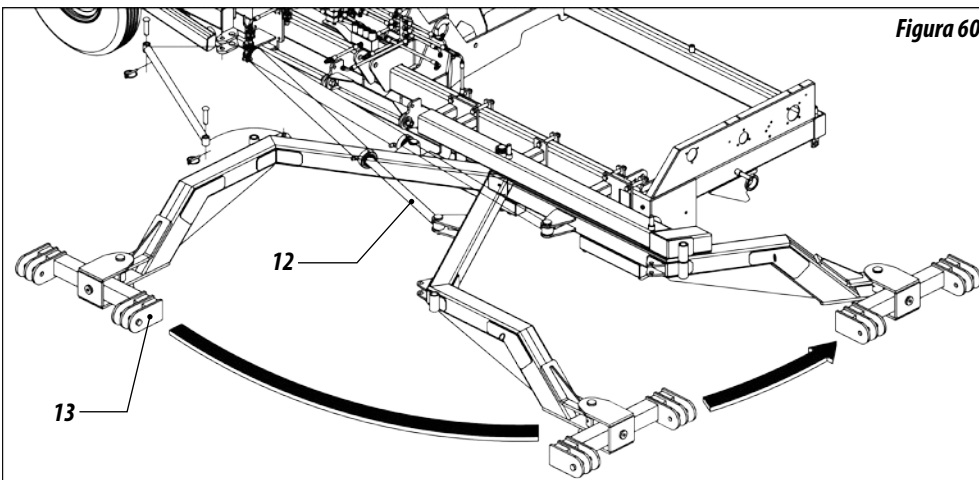

Figura 58
- 06 - Accione los juegos de ruedas del transporte (10) para levantarla, (llave n° 1 del panel). FIGURA 58.